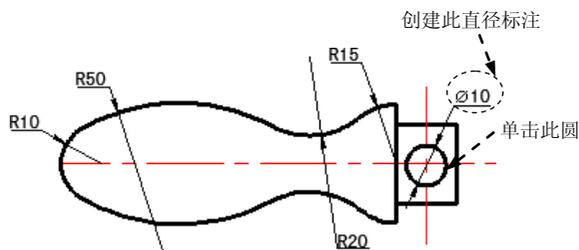

图 17.4.18 标注直径
Step4. 创建直径标注。标注图 17.4.18 所示的第一个圆的直径。选择下拉菜单 **标注(N)** → **直径(D)** 命令，单击图 17.4.18 所示的圆，在绘图区空白处单击一点，以确定尺寸放置的位置。